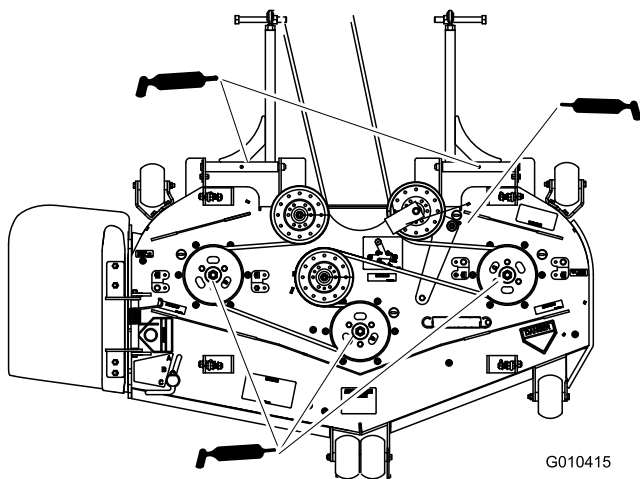

Figura 40
6. Lubrifique os três rolamentos do eixo até o lubrificante sair pelos vedantes inferiores (Figura 40).
7. Lubrifique o braço intermédio na plataforma do cortador (Figura 40).
8. Lubrifique os encaixes nos braços (Figura 40).